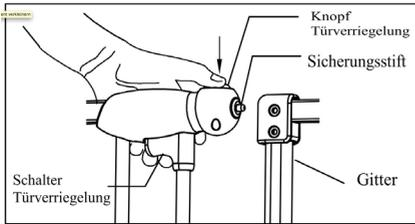

Abbildung 16
- Drücken Sie, wie in Abbildung 16 veranschaulicht, auf den oberen Knopf der Türverriegelung und gleichzeitig auf den Schalter an der Unterseite, um den Sicherungsstift an der Türunterseite